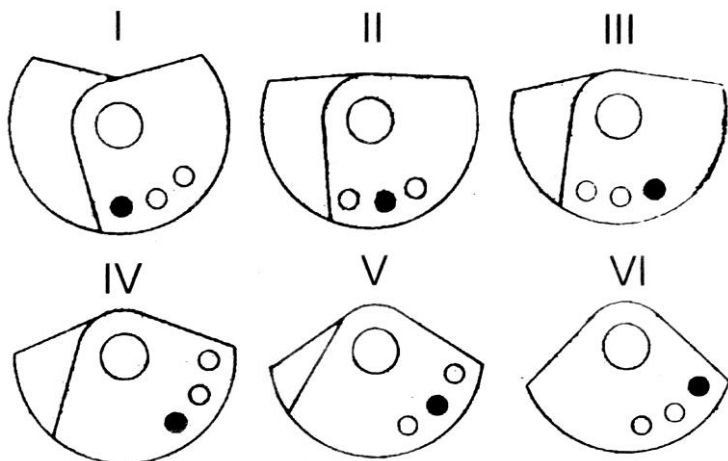

Рис. 3. Схема регулировки статического момента
4.5. Для регулирования величины вынуждающей силы вибратора дебалансы на обоих концах вала выполнены двойными. Дебалансы, расположенные ближе к двигателю, соединены через шпонку с валом ротора. Дебалансы, расположенные ближе к концу вала, являются поворотными относительно вала. Регулирование осуществляется путем изменения взаимного расположения дебалансов на обоих концах вала. (рис. 3, п. 6.5)
6.5. До начала работы установить дебалансы вибратора в положение, соответствующее выбранному статическому моменту согласно рис. 3 таблицы 7, для чего, при снятых крышках, ограждающих дебалансы, следует вывернуть болты, соединяющие парные дебалансы на обоих концах вала и снова соединить их болтами в нужном положении.